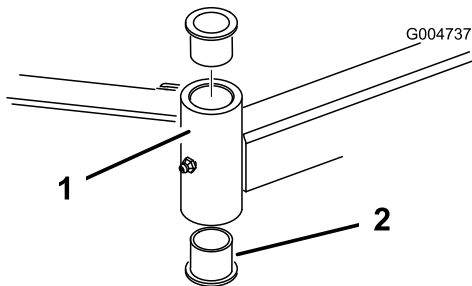

Figura 22
4. Inserte un botador fino en la parte superior o inferior del tubo de montaje y dé golpes hasta retirar el casquillo del tubo (Figura 22). Extraiga también el otro casquillo del tubo. Limpie el interior de los tubos para eliminar toda suciedad.